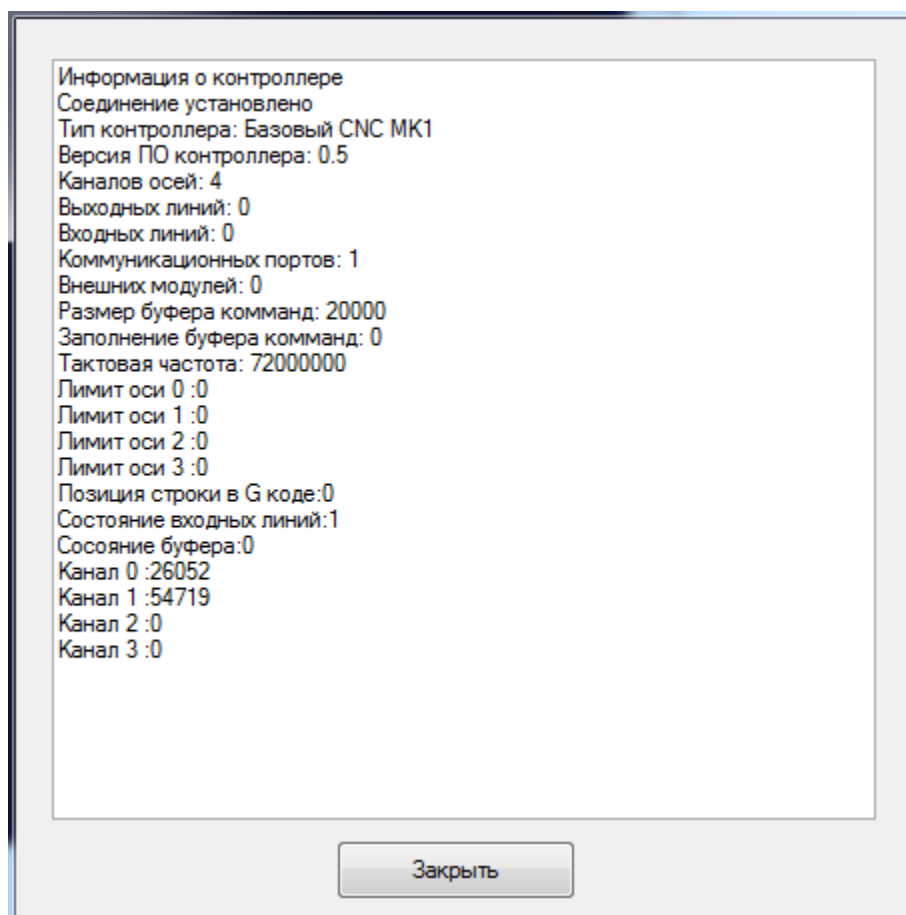

Рисунок 52. Информация о контроллере.
- 1) Пункт «О контроллере» содержит информацию о контроллере, рисунок 52